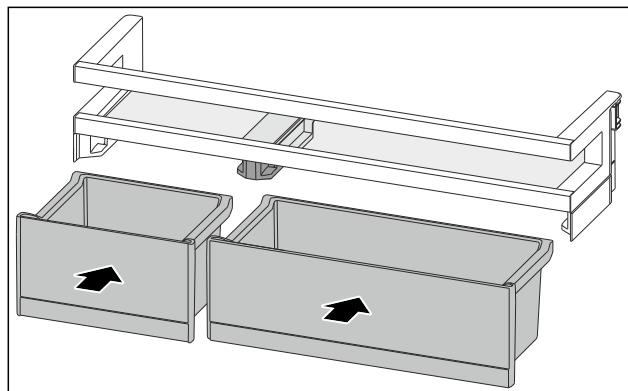

Fig. 115
- ▶ Поставете кутиите VarioBox в разменено разположение. (виж Fig. 115)